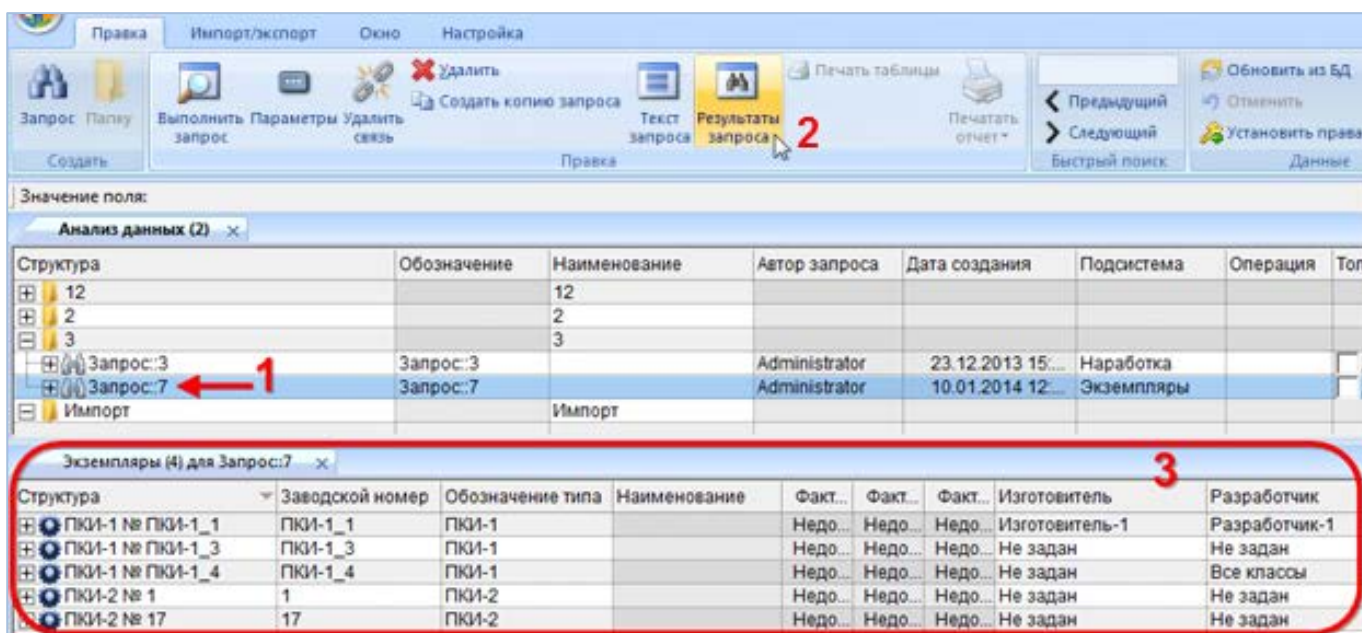

Рис. 7-32 – Просмотр результатов выполнения запроса
- 2) Выбрать запрос в списке запросов (1 на рис. 7-32).
- 3) Если данный запрос ранее был выполнен и были найдены какие-либо объекты БД, то кнопка «Результаты запроса» станет активной – нажать эту кнопку (2 на рис. 7-32).
- 4) Откроется новое окно связанных объектов, в котором будут показаны результаты расчета (3 на рис. 7-32).